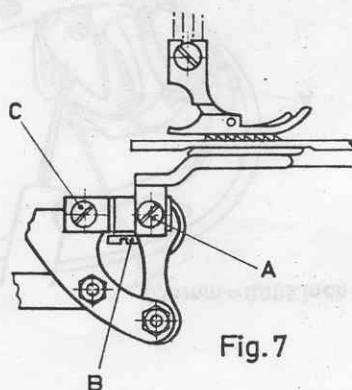

Fig. 7
In Nährichtung läßt sich der Transporteur je nach Notwendigkeit parallel oder geneigt zur Stichplattenoberfläche durch die Schrauben (A und C) einstellen, Fig. 7. Nach fertiger Einstellung des Transporteurs ist die Regulierschraube (B) fest anzuziehen.
In sewing direction the feed dog can be tilted as required parallel or inclined to the upper surface of throat plate by loosening the screws (A and C), Fig. 7. After the adjustment tighten regulating screw (B).